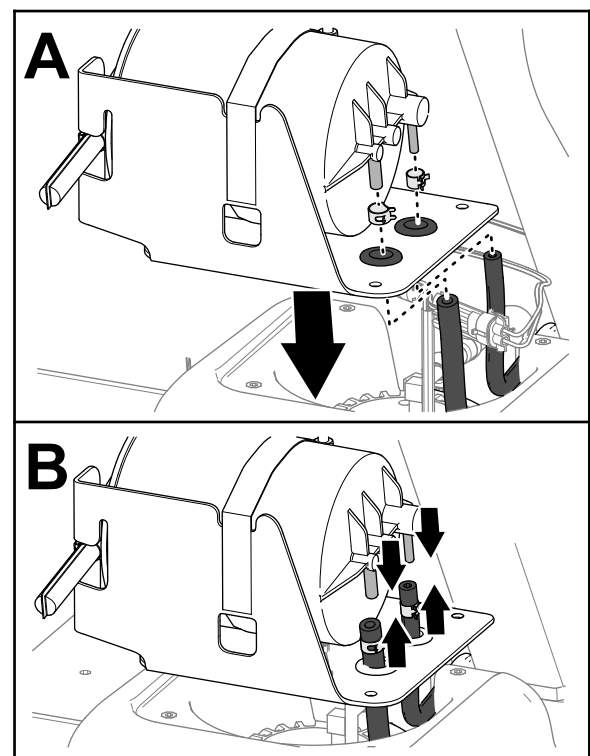

Figura 85
1. Aliniați furtunurile rezervorului de combustibil prin garniturile consolei recipientului din carbon (Figura 85).
2. Montați clemele pentru furtun deasupra furtunurilor (Figura 85).
3. Montați furtunurile la nivelul fittingurilor recipientului din carbon (Figura 85).